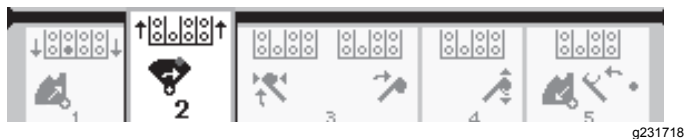

Figura 36
4. Solte o seletor basculante para prosseguir ao próximo passo da sequência (Figura 36).